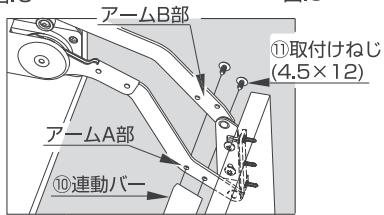

図7
- アームA部に運動バーを取り付けることを基本としますが、より剛性を必要とする場合は、アームB部にも取り付けてください(図7)。
- (1) アームA部の所に、⑩運動バーを ⑪取付ねじ(4.5×12)で確実に固定します(図7)。